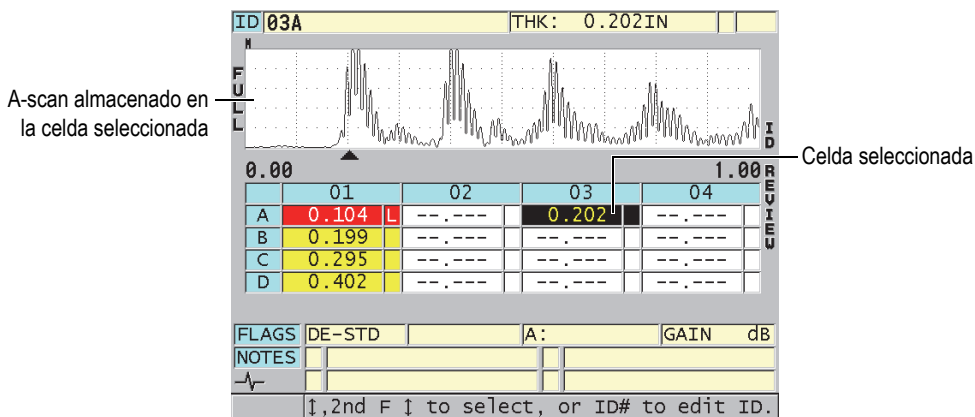

Figura 10-13 Celda seleccionada en la matriz BD dentro de la pantalla del N.º de identificación consultado
3. En la pantalla de consulta de los números de identificación (ver Figura 10-13 en la página 181):